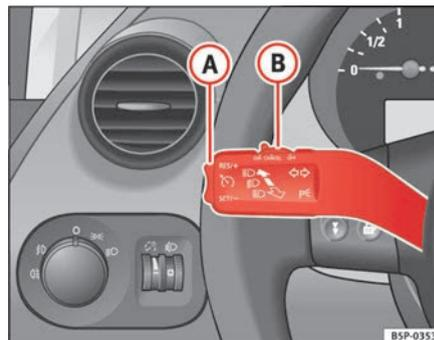

Fig. 145 Leva degli indicatori di direzione e degli abbaglianti: interruttore e tasto di comando del regolatore di velocità
- Spostare verso sinistra l'interruttore ⇒ fig. 145 **B**, posizionandolo su **ON**.